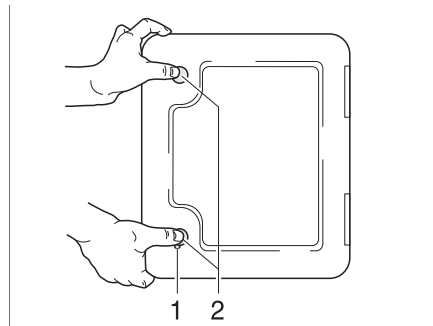

Fig. 153 Sportello per la cassetta della toilette
- Aprire lo sportello della cassetta all'esterno del veicolo. Inserire la chiave nel cilindro della serratura a pressione (Fig. 153,1) e ruotare di un quarto di giro.
- Premere contemporaneamente con i pollici entrambe le serrature a pressione (Fig. 153,2) e aprire lo sportello per la cassetta.